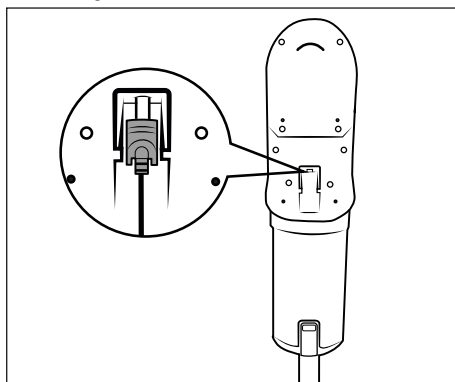

Fig. 8
- ▶ L'aspirapolvere può anche essere caricato direttamente tramite l'alimentatore **10**. A tale scopo girare leggermente lo spinotto cavo **11** per rimuoverlo dal supporto a parete **18** e inserirlo nella presa di carica **3** dell'apparecchio (vedere fig. 8).